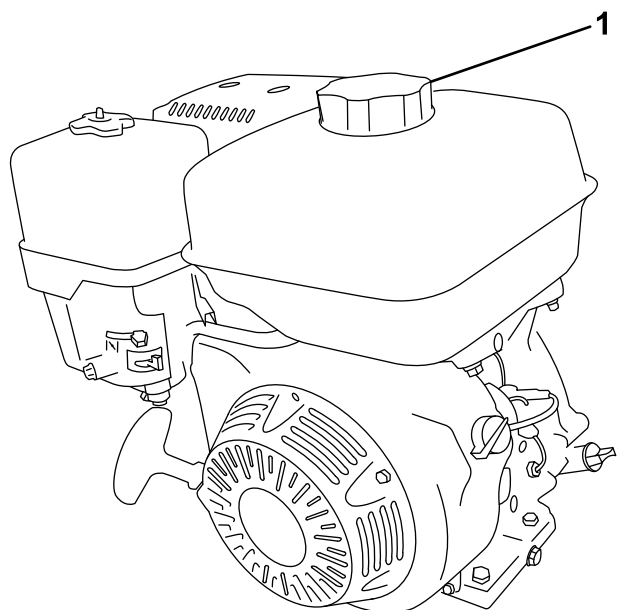

Figure 22
2. Nettoyez la surface autour du bouchon du réservoir de carburant et enlevez le bouchon (Figure 22).
4. Revissez fermement le bouchon du réservoir de carburant (Figure 22).